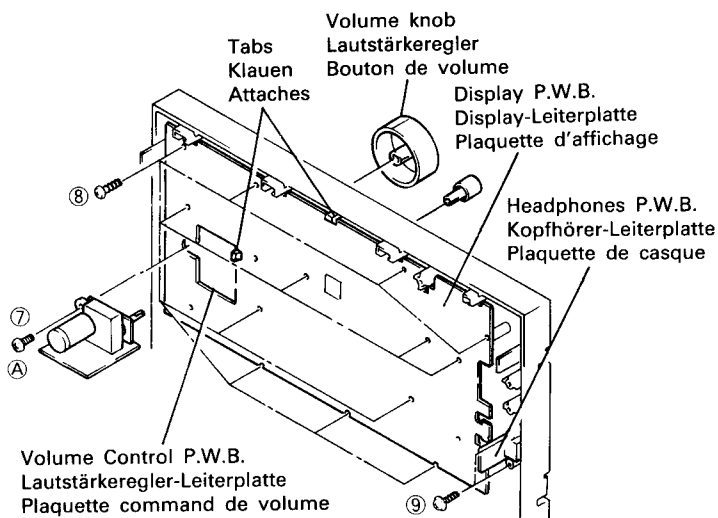

Fig. 3 Abb. 3
- Volume Control P.W.B. (Fig. 3)**
- Display P.W.B. (Fig. 3)**
- Headphones P.W.B. (Fig. 3)**
**4. Lautstärkeregler-Leiterplatte (Abb. 3)**
**5. Display-Leiterplatte (Abb. 3)**
**6. Kopfförer-Leiterplatte (Abb. 3)**
**4. Plaguette commande de volume (Fig. 3)**
**5. Plaguette d'affichage (Fig. 3)**
**6. Plaguette de casque (Fig. 3)**